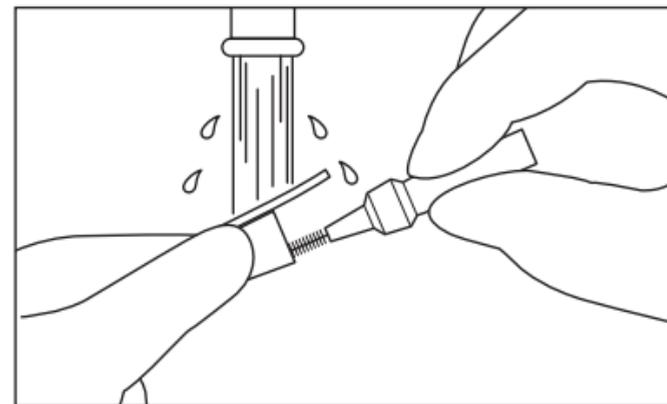

Fig. 14
- 4) Nettoyez l'accessoire de l'embout d'irrigation pendant au 15 secondes ou plus à l'aide d'une brosse interdentaire (épaisseur de fil de 0,7 mm) conforme à la taille 4 selon la norme ISO 16409. (Fig. 14)